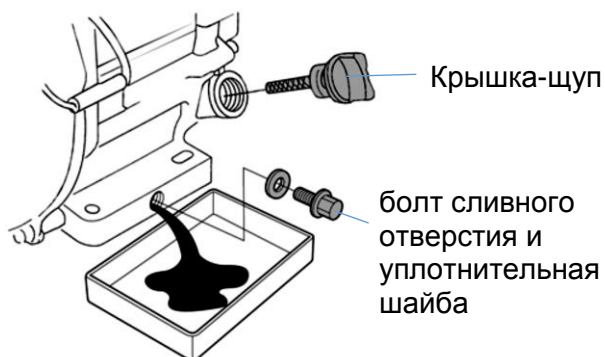

Рис. 20
1. Подготовьте емкость для слива отработанного масла и разместите ее под сливным болтом на картере двигателя. Отверните сливной винт для слива масла (см. рис. 20). Чтобы масло легче сливалось снимите крышку-щуп с горловины патрубка